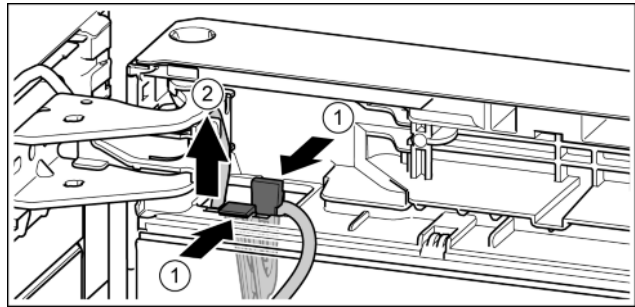

Fig. 22
- ▶ Lasche drücken. Fig. 22 (1)
- ▶ Kabelhalter mit daran befestigtem Kabel herausziehen. Fig. 22 (2)